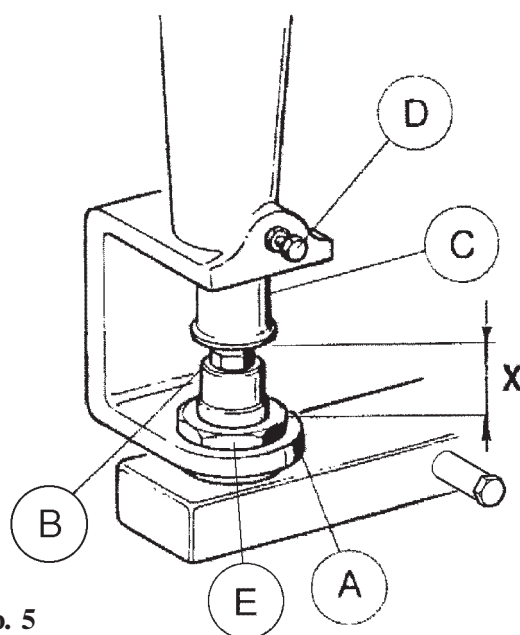

Abb. 5
F) Brenner (Abb. 5)
Die Mutter losschrauben (Abb. 5 Pos. E)